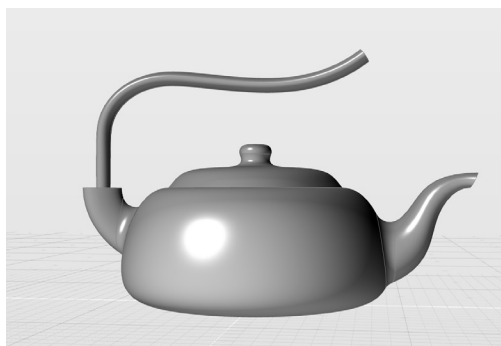

图 5-75 茶壶建模结果
5) 在应用工具栏中，激活“隐藏/取消隐藏所有曲线”图标，视图中所有曲线都被隐藏，如图 5-75 所示。